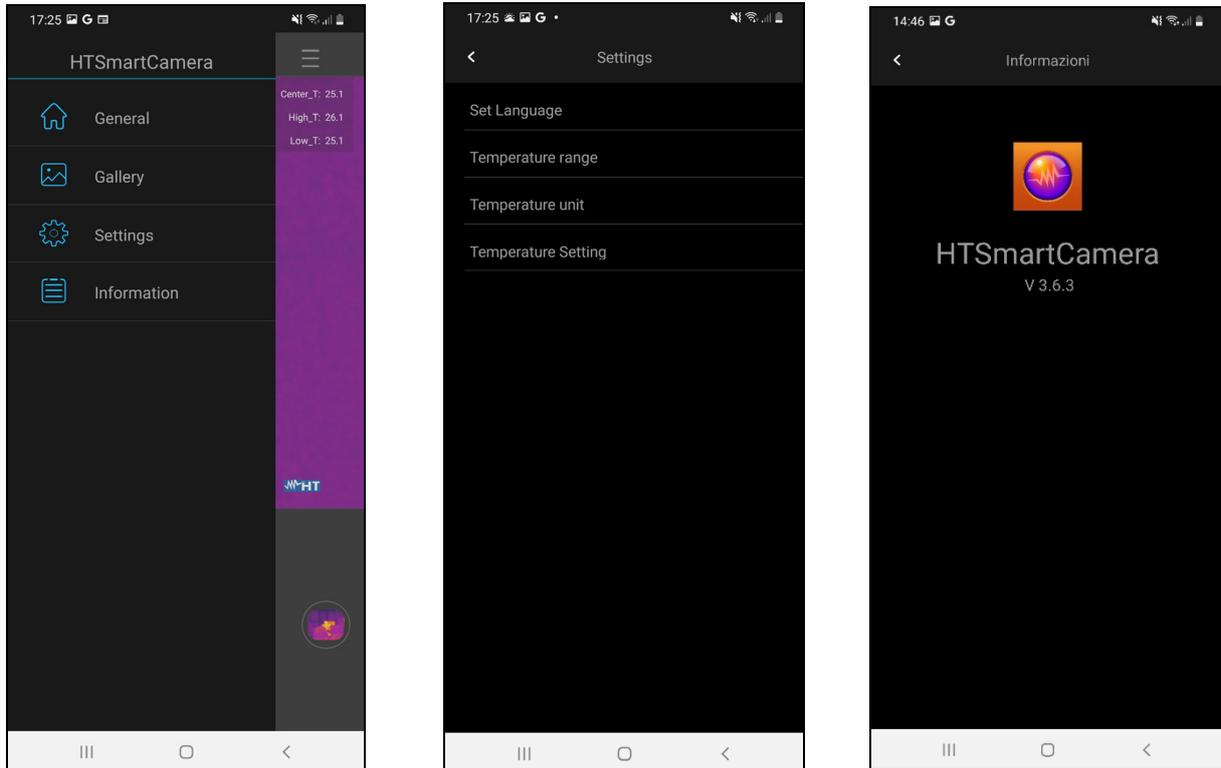

Fig. 4: Menú general
1. Toque el icono para entrar en el menú general de la aplicación. La pantalla de la Fig. 4 – parte izquierda es muestra en pantalla
Toque este icono para entrar en la sección “Configuración” (ver la Fig. 4 – parte central)
Toque este icono para entrar en la sección “Información” en la cual se indica la versión de la aplicación (ver la Fig. 4 – parte derecha)